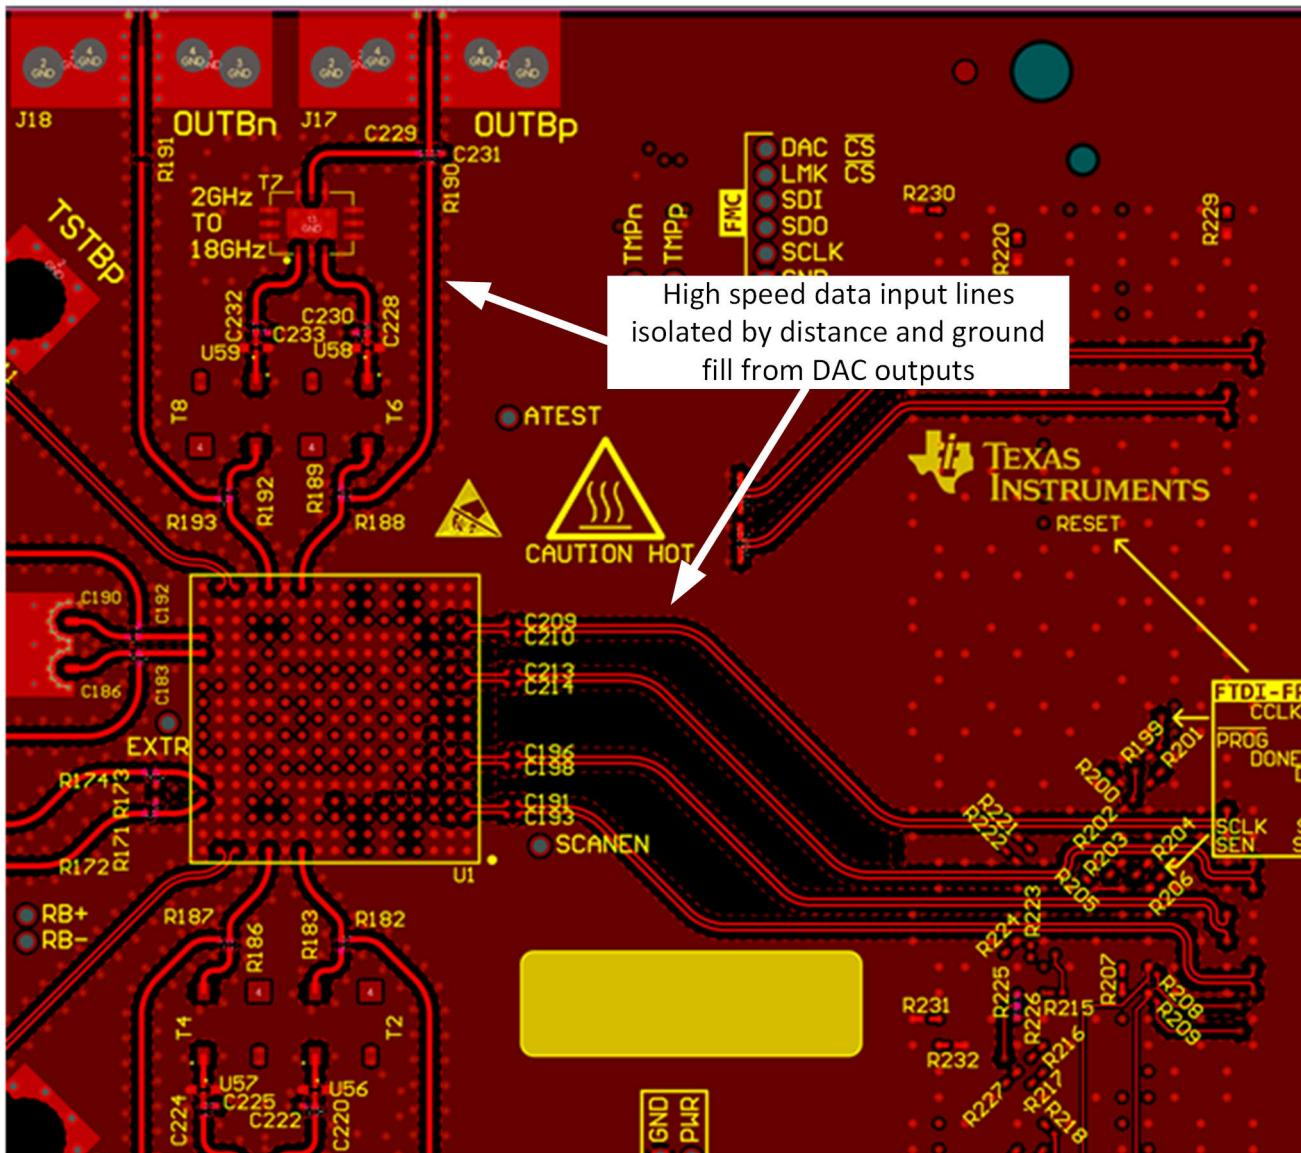
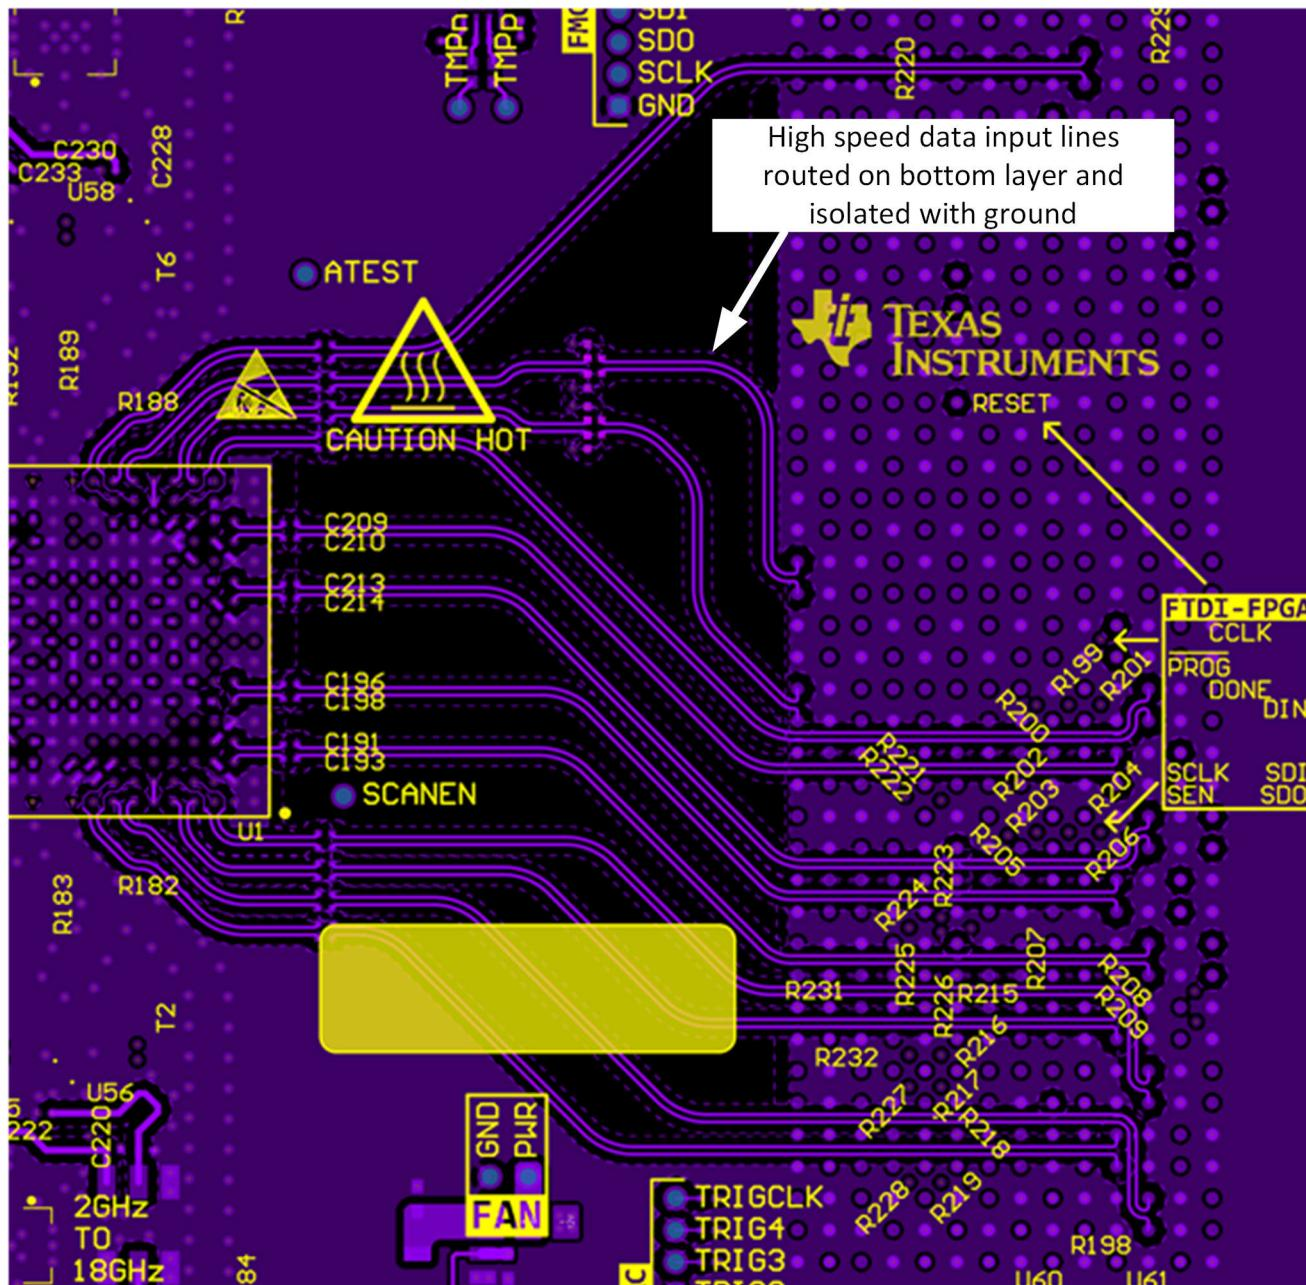

图 9-13. 具有地线填充隔离的串行器/解串器顶层布线
图 9-14. 具有接地隔离的串行器/解串器底层布线
9. 请特别注意 JESD204x 数据输入路由和模拟输出路由之间的潜在耦合。JESD204x 输入的开关噪声可耦合到模拟输出布线中，并由于 DAC 的高带宽而显示为宽带噪声。尽可能将串行器/解串器 JESD204x 数据输入从 DAC 输出布线布置在单独的层上，以避免噪声耦合，详情请参考图 9-13 和图 9-14。